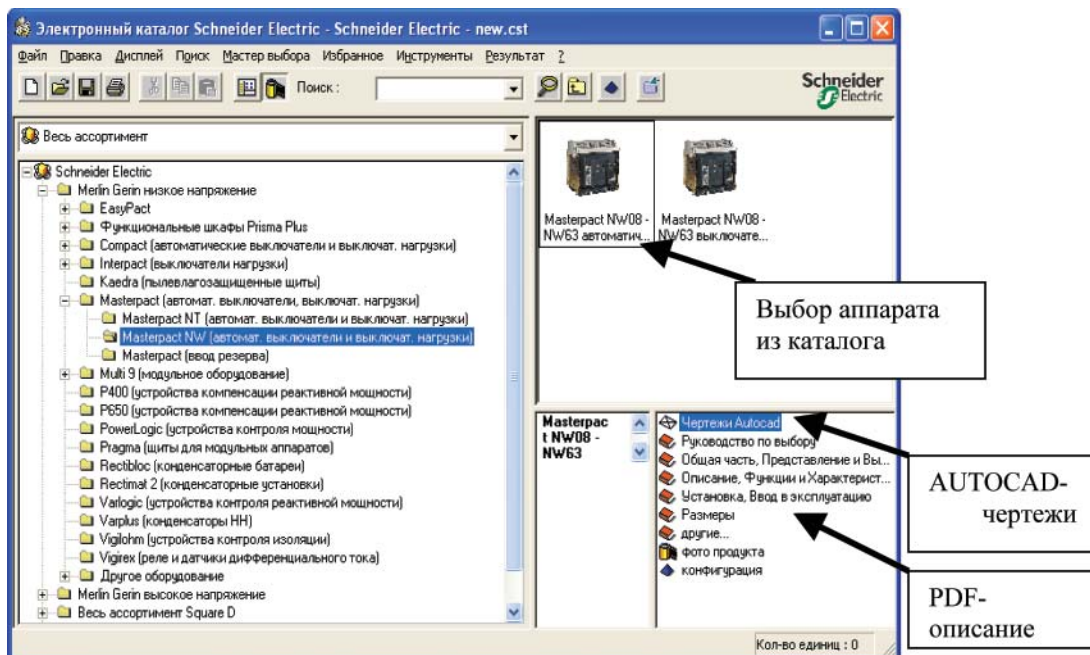
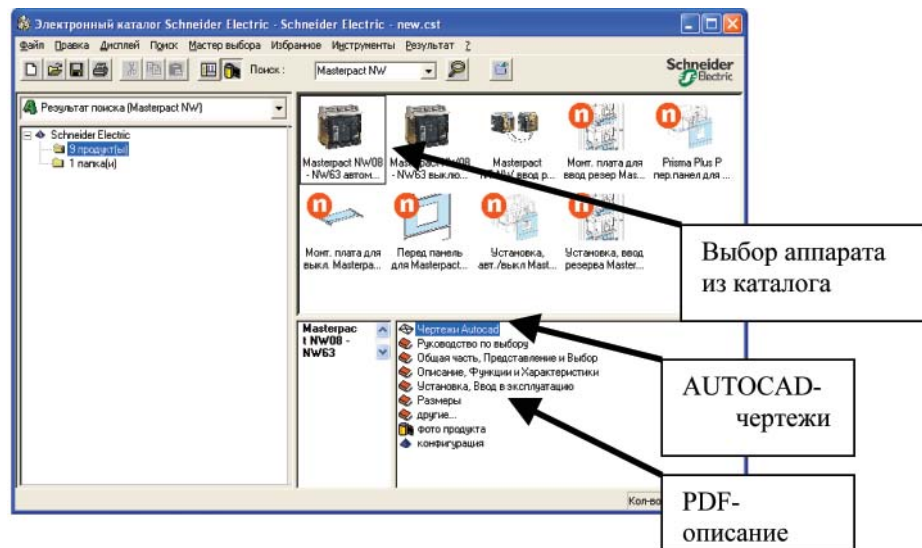
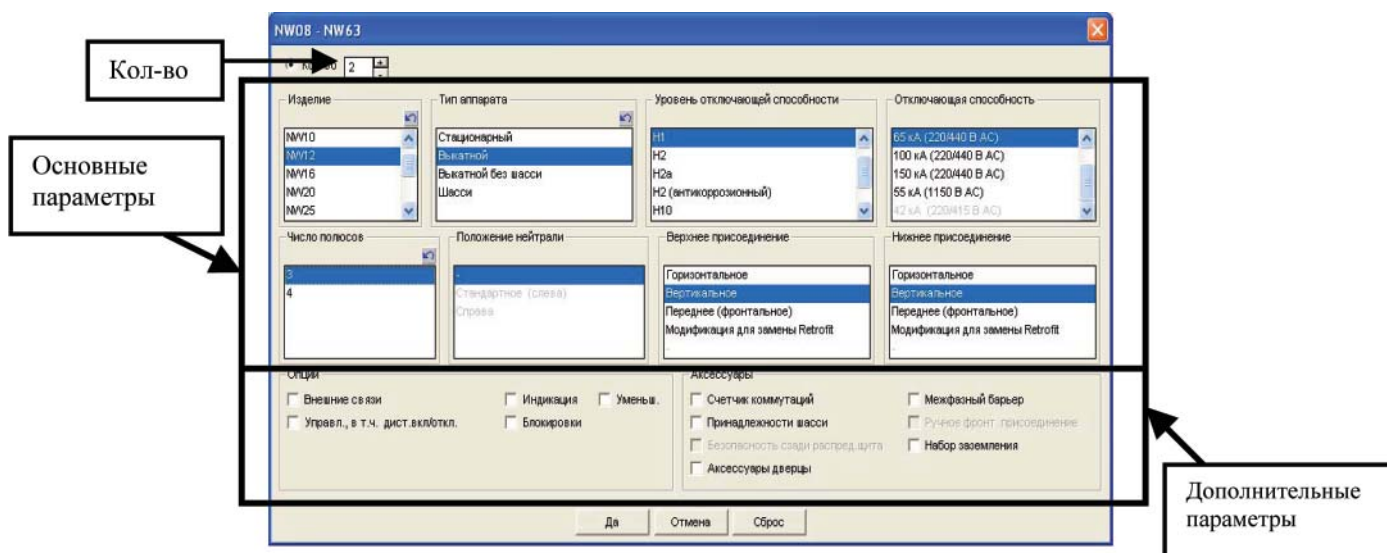
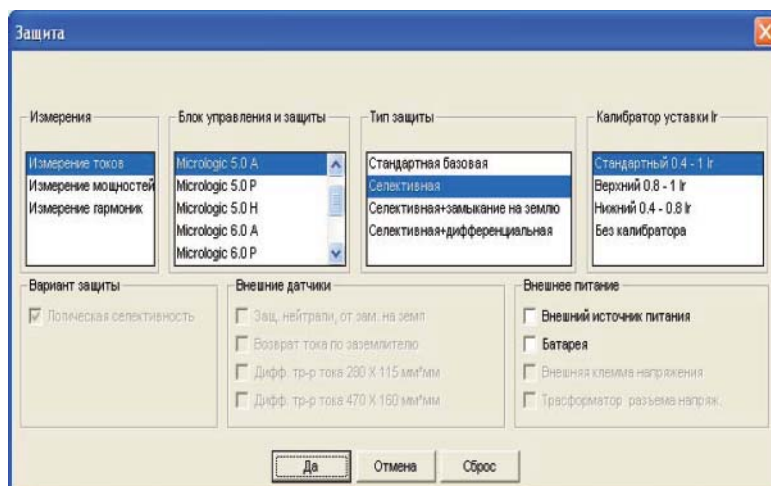

Рис. 9
Рис. 11
Рис. 12
Рис. 13
Выбираем папку “Masterpact NW (автомат. выключатели и выключат. нагрузки)”, для этого один раз кликаем на названии этой папки –отображение содержимого последней из вложенных друг в друга папок (папок у которых нет знака “+” слева от названия) происходит только в BMP-виде (в виде картинок BMP-формата, рис. 9)
Таким образом, получаем доступ к **ВМР-картинкам (а это и есть конечная цель поиска любого устройства)**. Существуют автоматические выключатели и выключатели нагрузки гаммы Masterpact NW. Выбираем автоматический выключатель – для этого один раз кликаем на ВМР-картинке с соответствующим названием (как показано на рис. 9). Поиск закончен.
После завершения поиска получаем (рис. 11) список ВМР-картинок всех аппаратов или аксессуаров, имеющих в названии искомую комбинацию слов (в данном примере – комбинацию “Masterpact NW”).
Как видно из рис. 11, автоматический выключатель Masterpact NW попал в список найденных устройств.
- 1) Воспользуемся результатами поиска автоматического выключателя Masterpact NW в каталоге, который мы сделали в предыдущей главе. Кликаем два раза на BMP-картинке (рис. 9 или рис. 11). Появляется окно запроса характеристик требуемого аппарата (рис. 12).
Тип аппарата – выкатной; Число полюсов – 3. Для задания основного параметра аппарата необходимо найти его в списке (рис. 12) и один раз кликнуть на нем левой кнопкой мыши (строка выделяется синим цветом и появляется специальный символ: ). Как только Вы зададите один из основных параметров – остальные списки основных параметров могут притерпевать изменения (некоторые значения из списка могут менять цвет с черного на серый, становясь таким образом недоступными для выбора). Это автоматически исключает возможность выбора аппарата с недействительными параметрами. Если Вы желаете снабдить выбранный аппарат дополнительными опциями или аксессуарами, то укажите их в списке дополнительных параметров (рис. 12). Для этого необходимо кликнуть левой кнопкой мыши на маленьком белом окошке напротив названия выбранного аксессуара (появится символ “V” – подтверждающий выбор). После заполнения окна кликаем “Да”, подтверждая свой выбор. Далее могут появляться (а могут и не появляться) дополнительные окна, которые необходимо заполнить аналогичным образом для уточнения характеристик желаемых аксессуаров. В нашем примере после нажатия “Да” появляется окно выбора расцепителя (блока защиты) для выключателя Masterpact (рис. 13).